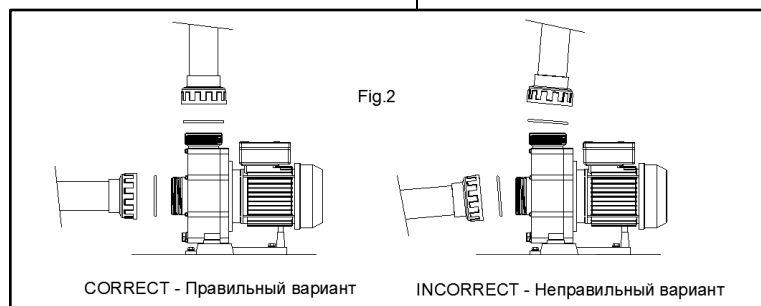

Fig.2
• The connection of the pipe must be threaded into the mouths of the pump using the right accessories (Fig. 2).
• Impulsion tube installation is done totally perpendicularly and is well centred with respect to the nozzle to be connected so as to avoid external pressure being exerted on the pump and the tube. Apart from making assembly more difficult, this pressure could even break them (Fig. 2).
• Suction tube installation is done at a slight angle of 2 % towards the pump, thus avoided siphon formation (Fig.2).
• Трубные штуцеры ввинчиваются в приемные отверстия насоса при помощи соответствующих комплектующих (Рис. 2).
• Монтаж нагнетательных патрубков выполняется в строго перпендикулярном положении с прецизионной центровкой относительно подключаемого патрубка во избежание воздействия наружного давления на корпус насоса и трубопроводы. Помимо усложнения непосредственно блочной конструкции, возможно также разрушение ее отдельных компонентов вследствие указанного воздействия на них наружного давления (Рис. 2).
• Монтаж приемной трубы насоса выполняется под небольшим углом 2 % по отношению к корпусу насоса во избежание образования низкого давления (Рис. 2).